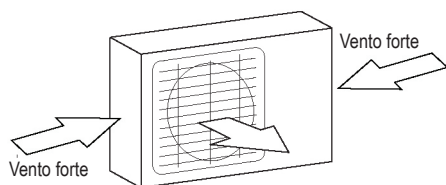

Fig. 5.1
- Se a localização for exposta a ventos fortes (por exemplo: perto da costa), a unidade tem de ser colocada contra a parede para protegê-la do vento. Se necessário, utilize um toldo. (Consulte as Fig. 5.1 e 5.2)